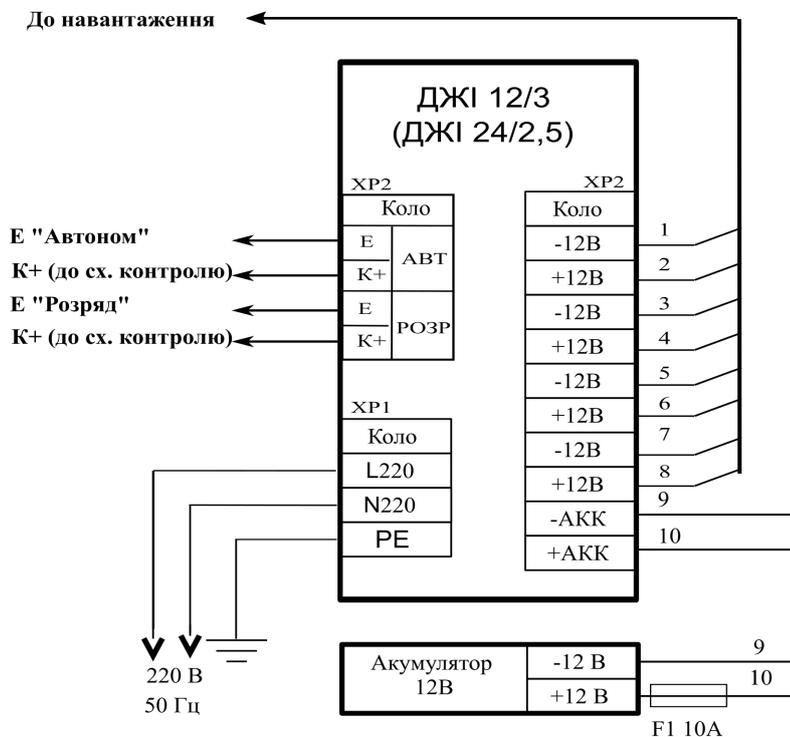
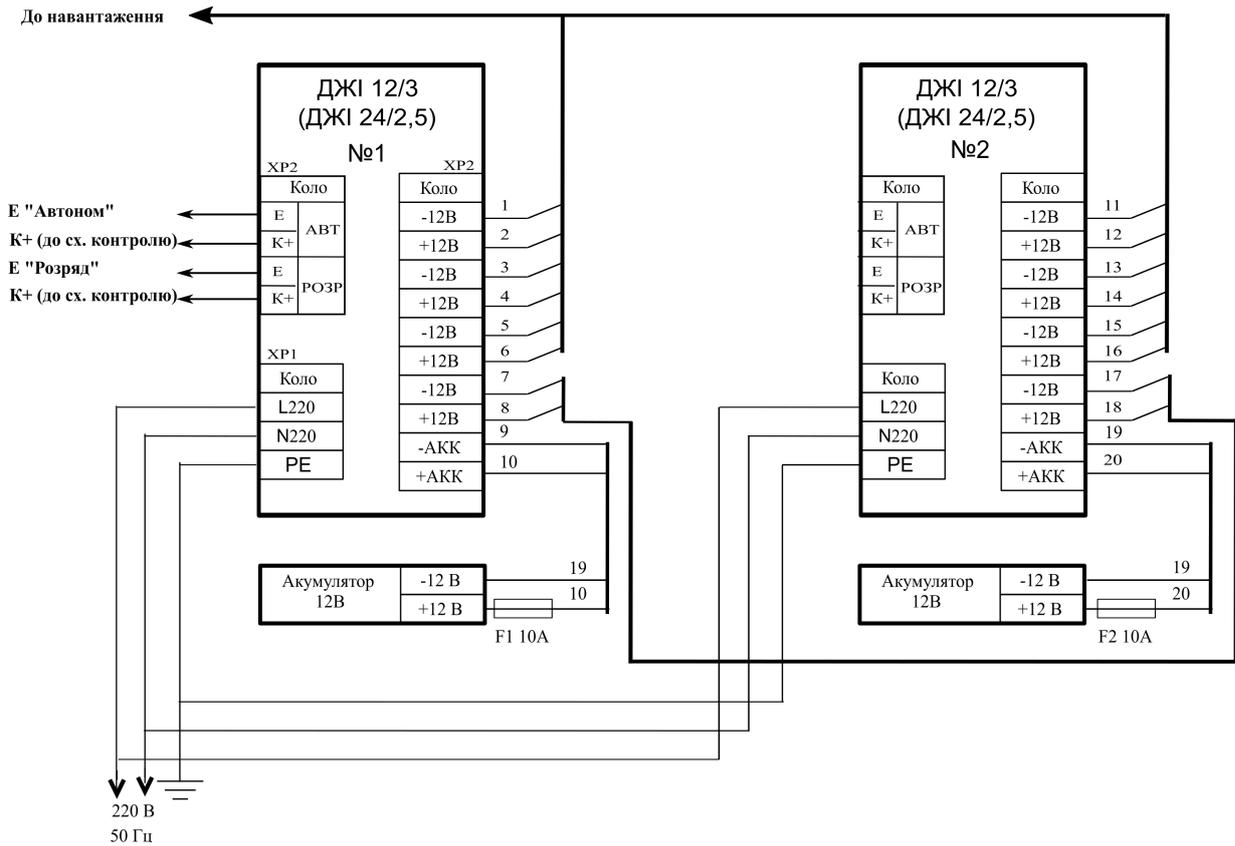

Рис. 4.1. Зовнішні підключення до ДЖІ.
Рис. 4.2. Паралельне включення ДЖІ
4.1. Схема зовнішніх підключень ДЖІ наведена на Рис. 4.1. Для забезпечення струму навантаження більше 3А допускається паралельне підключення двох однотипних ДЖІ відповідно до схеми на Рис. 4.2.